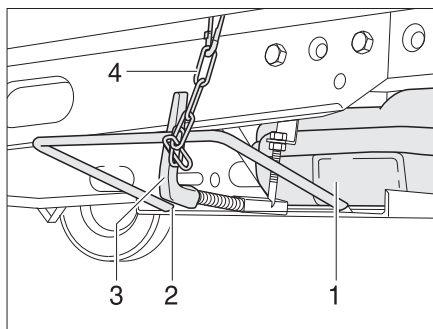

Fig. 153 Depósito de aguas residuales en el soporte debajo del vehículo
- Soltar la cadena de seguridad (Fig. 153,4).
- Pulsar hacia adentro el tirador giratorio (Fig. 153,3), y girar un cuarto de vuelta en sentido de las agujas del reloj.
- Girar hacia adelante y hacia abajo el depósito de aguas residuales con el soporte (Fig. 153,2).
- Sacar el depósito de aguas residuales (Fig. 153,1).